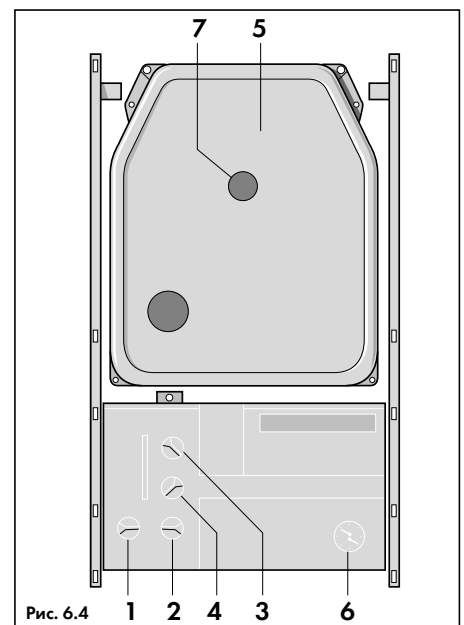

Рис. 6.4
- Проверить, правильно ли выполнен монтаж турбо-камеры (5, рис. 6.4);
- Переключатель режимов работы аппарата (2, рис. 6.4) поставить в положение "Отопление и горячая вода" ;
- Регулятор температуры горячей воды установить на максимальную температуру (4, рис. 6.4), а регулятор температуры подающей линии (3, рис. 6.4) установить в положение "9";
Если попытка зажигания оказалась безуспешной, то на панели управления котла включится красный индикатор "Сбой" (см. рис. 8.1). Как правило, это означает, что нарушена подача газа или же из газопровода не до конца удален воздух. Проверить еще раз подачу газа, после чего переключатель режимов работы (2, рис. 6.4) повернуть в положение "Разблокировать" . Будет предпринята повторная попытка розжига.
- Переключатель режимов работы аппарата (2, рис. 6.4) поставить в положение "Горячая вода" . При этом аппарат должен отключиться.
- Регулятор температуры подающей линии (3, рис. 6.4) установить в желаемое положение согласно главе 6.6.
- У аппаратов VUW: Регулятор температуры горячей воды (4, рис. 6.4) установить на "9". Полностью открыть краны горячей воды так, чтобы аппарат работал с полной нагрузкой;
- У аппаратов VU: Включить режим "Отопление и горячая вода" . Установить регулятор температуры подающей линии (3, рис. 6.4) на "9". Разъединить разъём датчика NTC (3, рис. 7.3);
- Включить режим "Отопление и горячая вода" . Установить регулятор температуры подающей линии (3, рис. 6.4) на "9" и добиться включения аппарата в режиме отопления:
Регулятор температуры горячей воды (4, рис. 6.4) установить на "9";
Включить режим "Отопление и горячая вода" . Установить регулятор температуры подающей линии (3, рис. 6.4) на "9";
- Установить переключатель режимов работы аппарата (2, рис. 6.4) в желаемое положение  или . Установить в желаемое положение регулятор температуры подающей линии (3, рис. 6.4);
Установить в желаемое положение регулятор температуры горячей воды (4, рис. 6.4) (См. гл. 9.3).